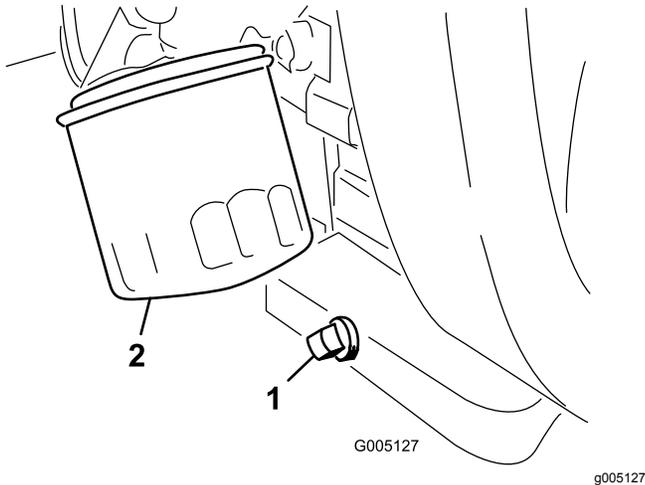

Рисунок 39
- Снимите пробку сливного отверстия (Рисунок 39) и дайте маслу стечь в сливной поддон.
- Очистите резьбовую поверхность пробки сливного отверстия, нанесите уплотнитель из тефлона и установите пробку (Рисунок 39).
- Снимите масляный фильтр (Рисунок 39).